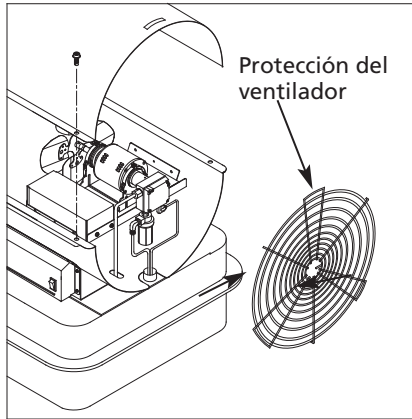

Figura 16 – Desmontaje de la Protección del Ventilador
- Retire la protección del ventilador (consulte la Figura 16, página 9).
- Use una llave de 3/8 pulg. y apriete la línea de combustible (B) en la bomba y en el conjunto del filtro de combustible de la bomba.
- Retire la protección del ventilador (consulte la Figura 16).